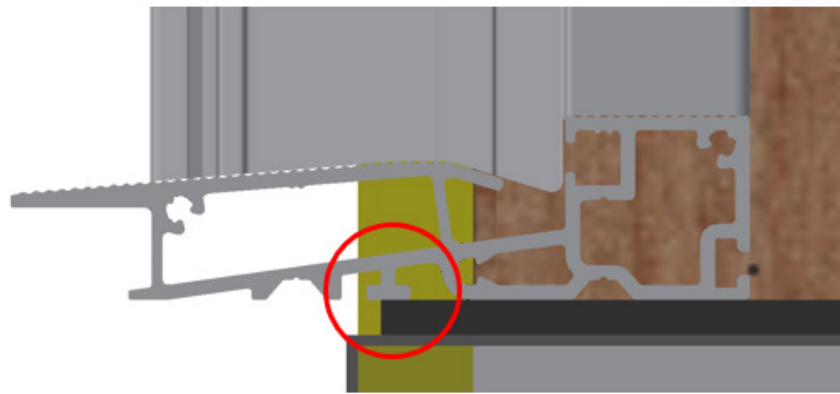

Figura 7: Calce del umbral
B) Tenga en cuenta que, en el caso de que se presente una condición de umbral HP junto con una brida clavada y la superficie exterior de soporte no sea estructural, como una placa de yeso, se necesitarán calzos para soportar el umbral como se muestra en la *figura 7*.